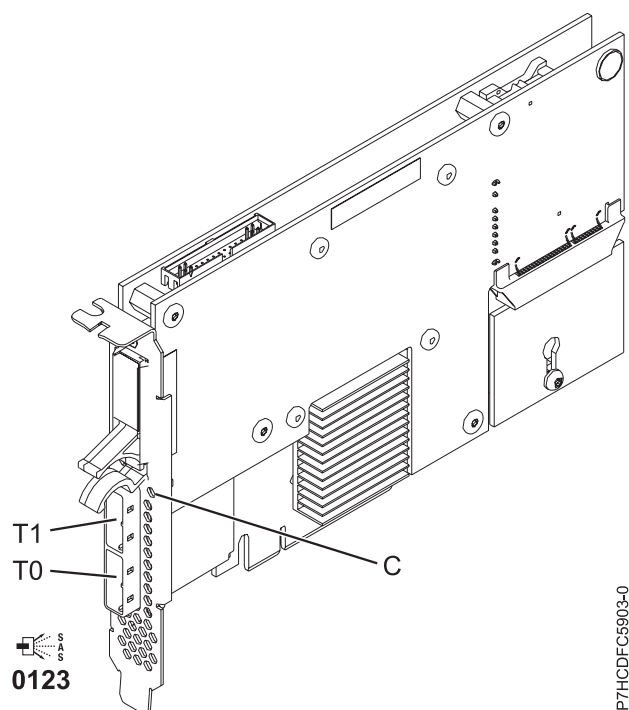

Figura 15. Adaptador RAID SAS PCIe Dual - x4 de 3 Gb
El adaptador 5903 o 5805 contiene un LED ((C) enFigura 15 en la página 35) que parpadea si hay datos en la memoria caché. El LED de presencia de datos en la memoria caché parpadea cuando es posible que haya datos en la memoria caché sobre el adaptador. Si el LED de presencia de datos en memoria caché está parpadeando, no sustituya la batería de memoria caché. Si se sustituye cuando el LED está parpadeando, los datos de la memoria caché se perderán. Consulte Figura 15 en la página 35 para localizar el LED de presencia de datos en la memoria caché sobre este adaptador.